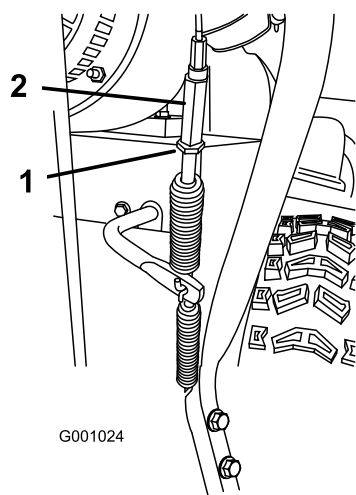

Figure 49
5. Desserrez l'écrou de blocage (Figure 49).
6. Desserrez ou serrez le tendeur de réglage de la tension du câble (Figure 49).